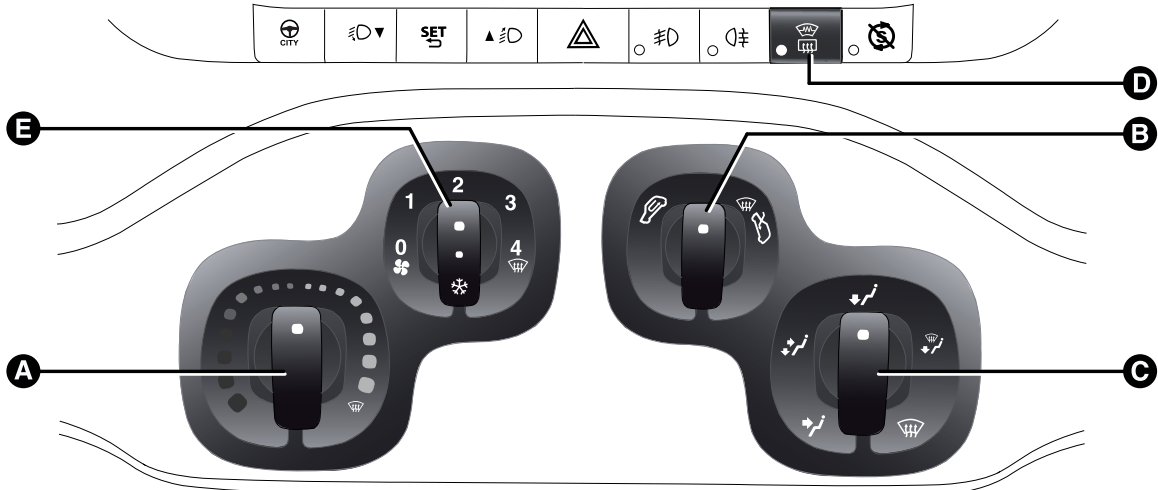

fig. 27
A Manopola temperatura aria (rosso-calda/blu-fredda) fig. 27
B Manopola ricircolo aria fig. 27
C Manopola distribuzione dell'aria fig. 27
D Pulsante attivazione/disattivazione lunotto termico, specchi riscaldati/parabrezza riscaldato (per versioni/mercati, dove previsto) fig. 27.
E Manopola velocità ventilatore ed inserimento/disinserimento climatizzatore fig. 27 (per versioni/mercati, dove previsto). Premendo la manopola si inserisce il climatizzatore, contemporaneamente si accende il LED sulla manopola stessa; questa operazione consente una più rapida prestazione di raffreddamento abitacolo. .
ruotare la manopola A fig. 27 sul settore blu;
- ruotare la manopola A fig. 27 verso destra per aumentare la temperatura;
- ruotare la manopola A fig. 27 sul settore rosso;